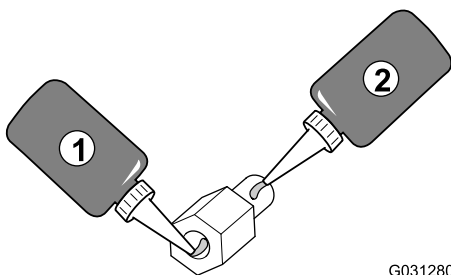

Figura 150
2. Aplique um revestimento de composto de fixação da rosca (drenagem —força média a elevada) nos roscados para a porção da porca na saliência roscada (Figura 150).
elevada) nos roscados para a porção do pino na saliência roscada (Figura 150).